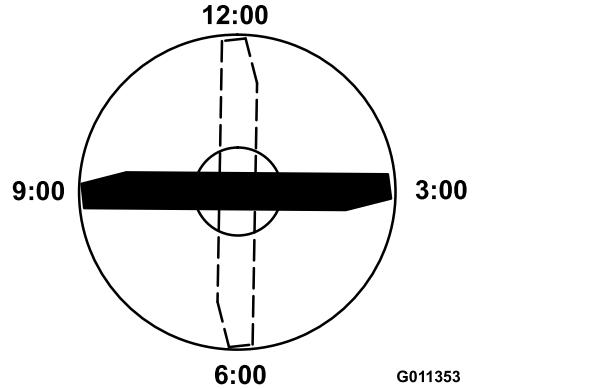

Рисунок 70
- Установите режущую кромку отмеченного конца ножа в положение «12 часов» (строго прямо по направлению скашивания) и измерьте высоту от стола до режущей кромки ножа (Рисунок 70).
- Поверните отмеченный конец ножа в положения «3 часа» и «9 часов» и измерьте значения высоты (Рисунок 70).